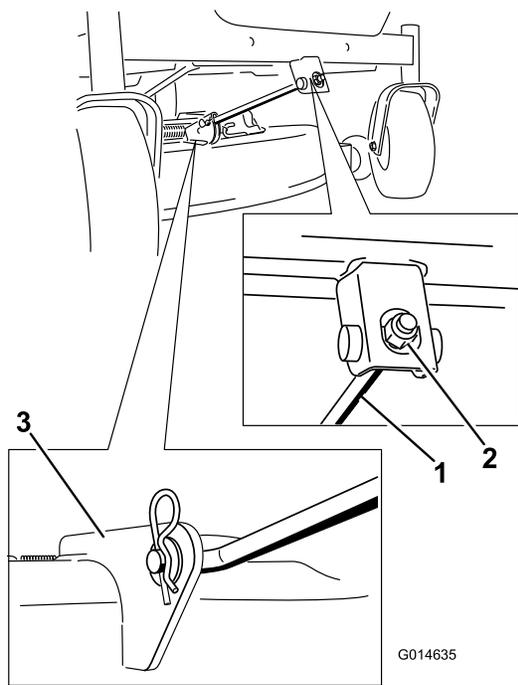

図 64
4. 前サポートロッドについているヘアピンコッターを抜き取り、デッキブラケットからロッドを取り外す 図 64。
8. 前部のサポートロッドをデッキに取り付け、クレビスピンとヘアピンコッターで固定する 図 64。